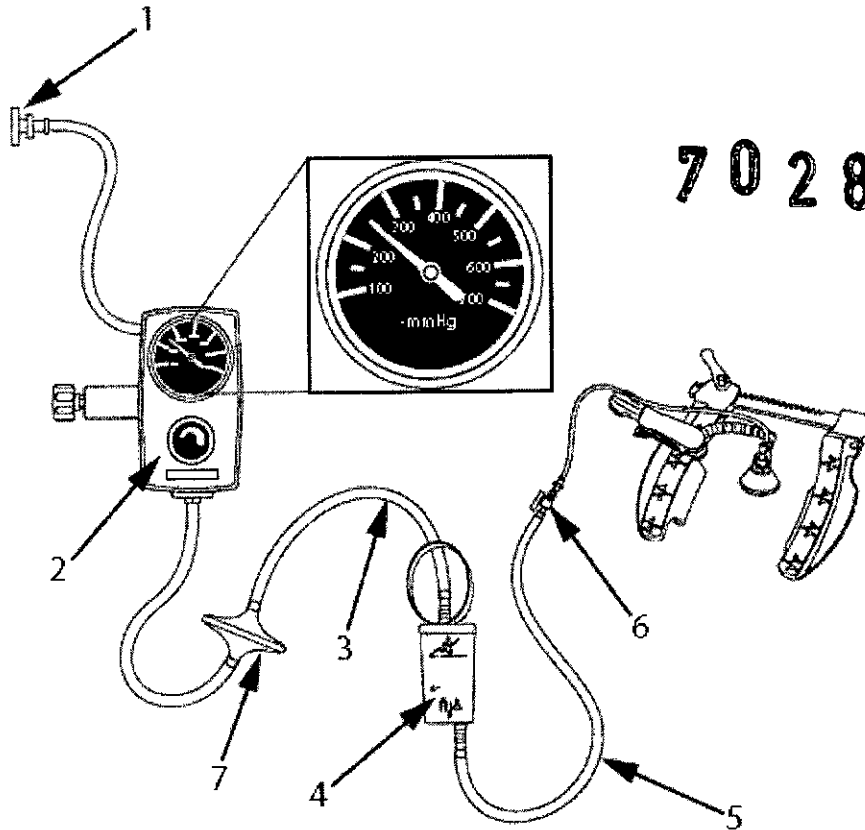

Figura 5: Sistema de posicionamiento por vacío ACROBAT-i
5. Conecte el accesorio de bloqueo lúer AMARILLO del juego de tubos del sistema de posicionamiento ACROBAT-i al accesorio lúer AMARILLO de los tubos de vacío del sistema de posicionamiento ACROBAT-i. Conecte el otro extremo de los tubos del juego de tubos a l accesorio con rebaba inferior del recipiente del sistema Acrobot-i o de otro recipiente de recogida de líquidos (no incluido). Asegúrese de que la llave de paso esté en la posición cerrada con respecto al aire. El juego de tubos con el filtro conectado a la parte superior del recipiente se debe conectar a continuación a una fuente de vacío regulada. Establezca el regulador de vacío en 250 mm Hg. Consulte la figura 5 para ver la configuración de los tubos y el sistema de vacío correcta.